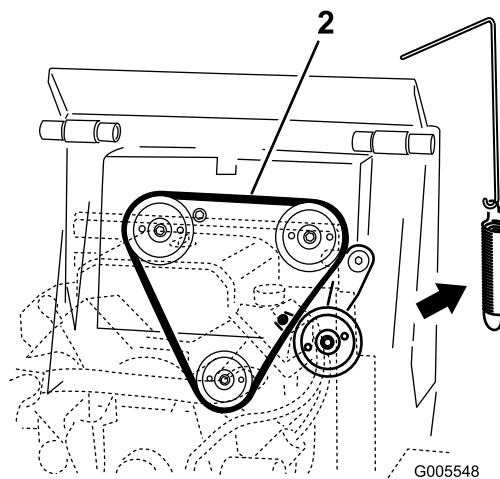

Figura 48
4. Rimuovete la molla della puleggia tendicinghia dal gruppo della puleggia tendicinghia (Figura 48).
- Montate una nuova cinghia di trasmissione attorno alle tre pulegge (Figura 48).